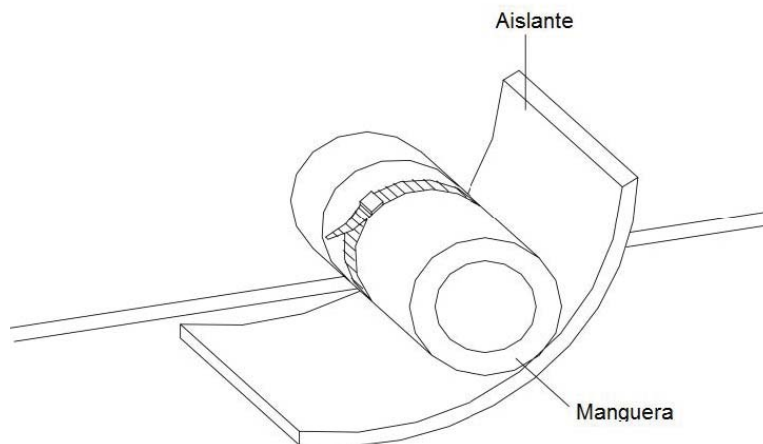

Fig.13 Aislamiento térmico de la tubería de condensado
a. La tubería de drenaje debe mantener un ángulo de inclinación de $5 \sim 10^\circ$, que puede facilitar el drenaje del agua condensada. Y las uniones de la tubería de condensado deben estar aisladas con material aislante para evitar la condensación (ver Fig.13).